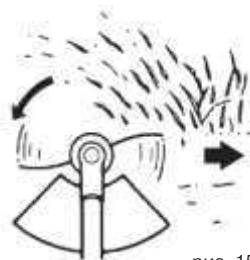

рис. 15
1. Держите бензокосу во время работы таким образом, чтобы косильная головка не косалась постоянно земли. Рис. 15.